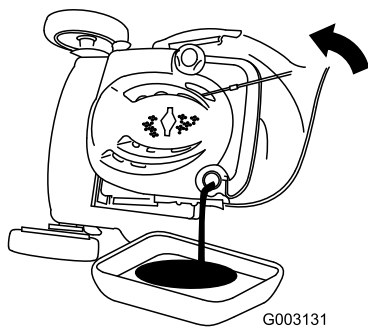

Figura 35
- Inclinate la macchina sul fianco, con il tubo di riempimento dell'olio in basso, per vuotare l'olio usato attraverso il tubo di riempimento in una bacinella di spurgo (Figura 35).